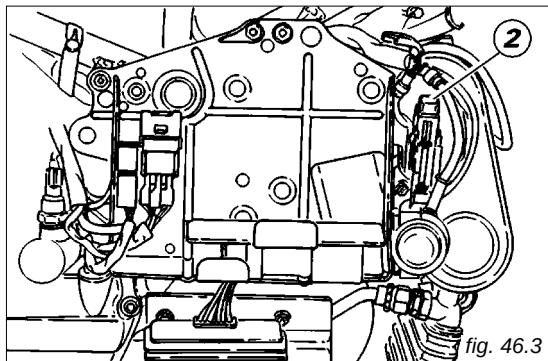

fig. 46.3
Le fusible placé près de la batterie (fig. 46.3) protège le régulateur électronique. Pour accéder au fusible, il faut retirer le capuchon de protection (2).